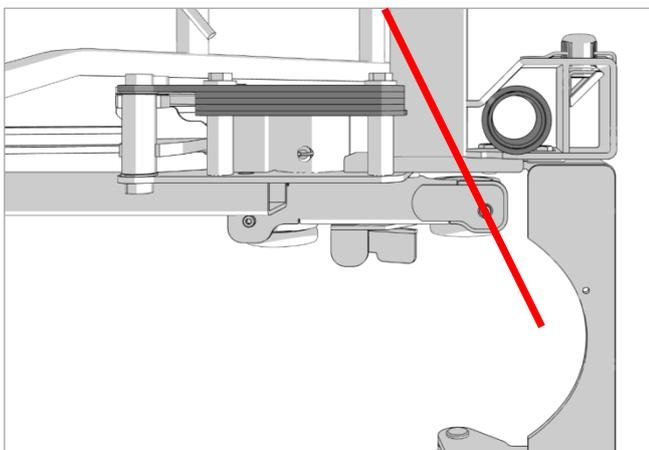

Figure 6.12
11. Prenez le levier de RCP enlevé lors de l'Étape 2 et placez le levier de RCP et le câble noir entre les points représentés par la ligne rouge sur la Figure 6.12. (Certains composants sont transparents pour plus de clarté.)